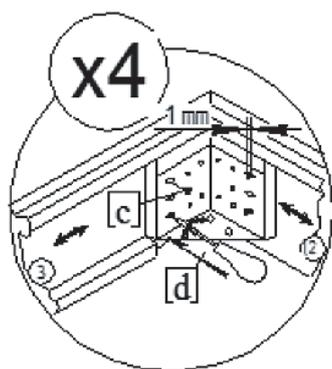
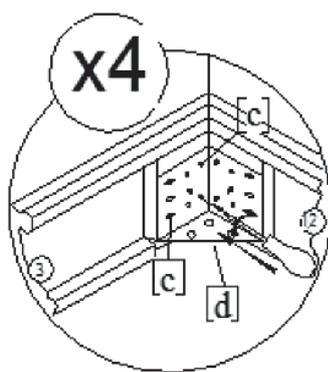

рис.1
рис.2
- 1) Соединить царги поз.1 и 3 между собой, прикрепить их друг к другу с помощью мебельного уголка поз.d и саморезов поз. e. Саморезы вкручивать отверткой (шуруповертом). Повторить данный крепеж для царг поз. 2 и 3 (см. рис.1, рис.2)